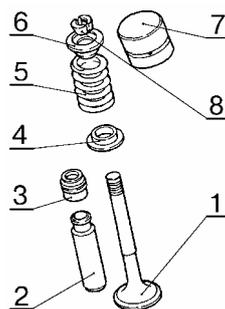

Рис.4.
- извлечь толкатели 7, рис.4, гидравлические клапанов;